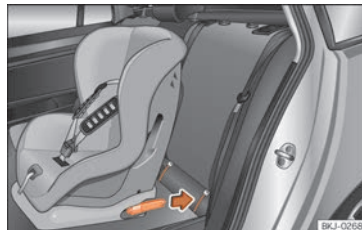

Fig. 36 Asientos traseros: colocación del asiento para niños con sistema ISOFIX.
- Enganche el asiento para niños en las argollas de sujeción ISOFIX o i-Size hasta que encastre de modo audible »» fig. 36. Si el asiento para niños dispone de anclaje